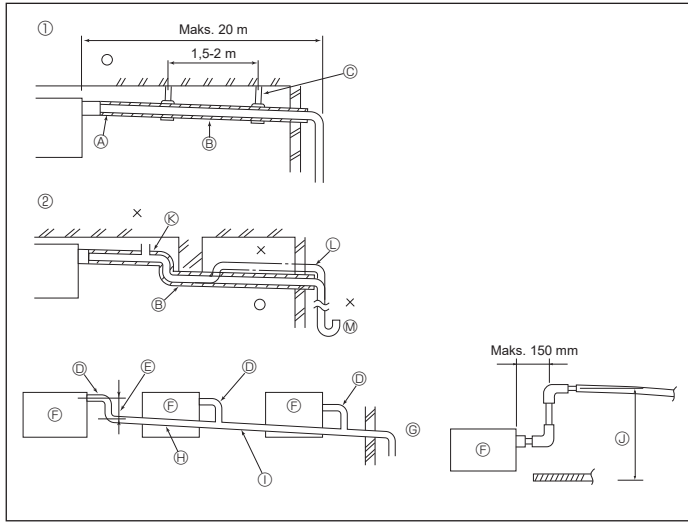

Fig. 6-1
6.1. Drenaj tesisatı işleri (Fig. 6-1)